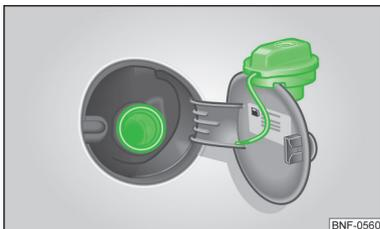

Fig. 93
Le carburant prescrit pour votre véhicule est indiqué sur la face intérieure de la trappe du réservoir » fig. 93 à la page 105.
- Dévissez le bouchon du réservoir en le faisant tourner vers la gauche et fixez-le en haut de la trappe du réservoir » fig. 93.